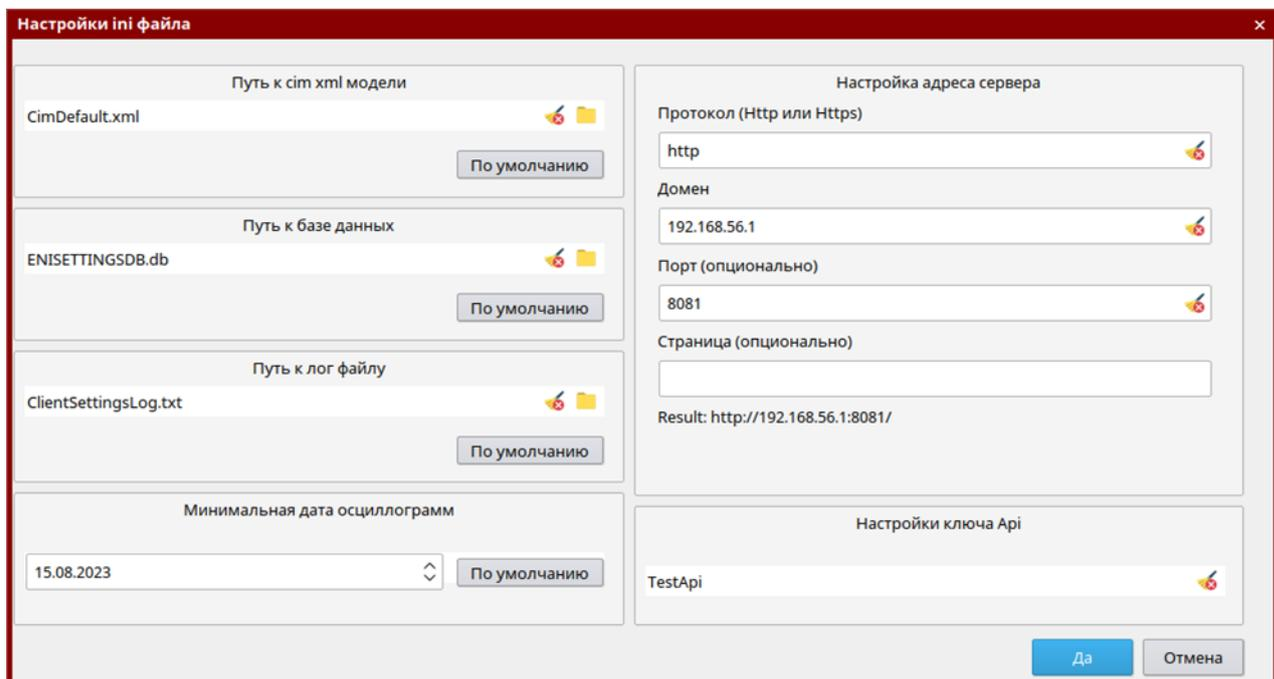

Рисунок 4.47. Окно главных настроек ini-файла
4.9.2. При нажатии на кнопку «Главные настройки» откроется меню (Рисунок 4.47), в котором можно настроить сетевое соединение клиента, а также настроить пути к базе данных и лог-файлам: